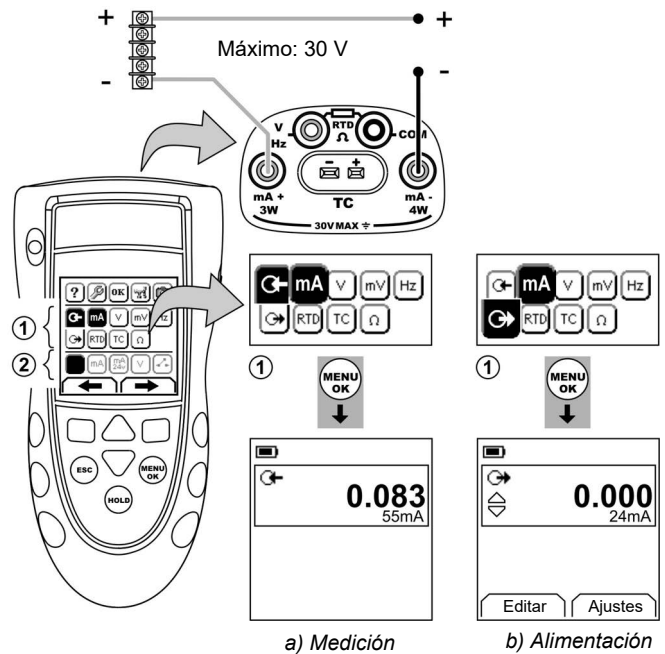

Figura 1: Ejemplo de configuración: Medición/alimentación de mA con alimentación de lazo externa (Área ①)
1. Conecte el instrumento (Figura 1, 2 o 3) y, si es necesario, ajuste las opciones de *Configurar* (Tabla 1).